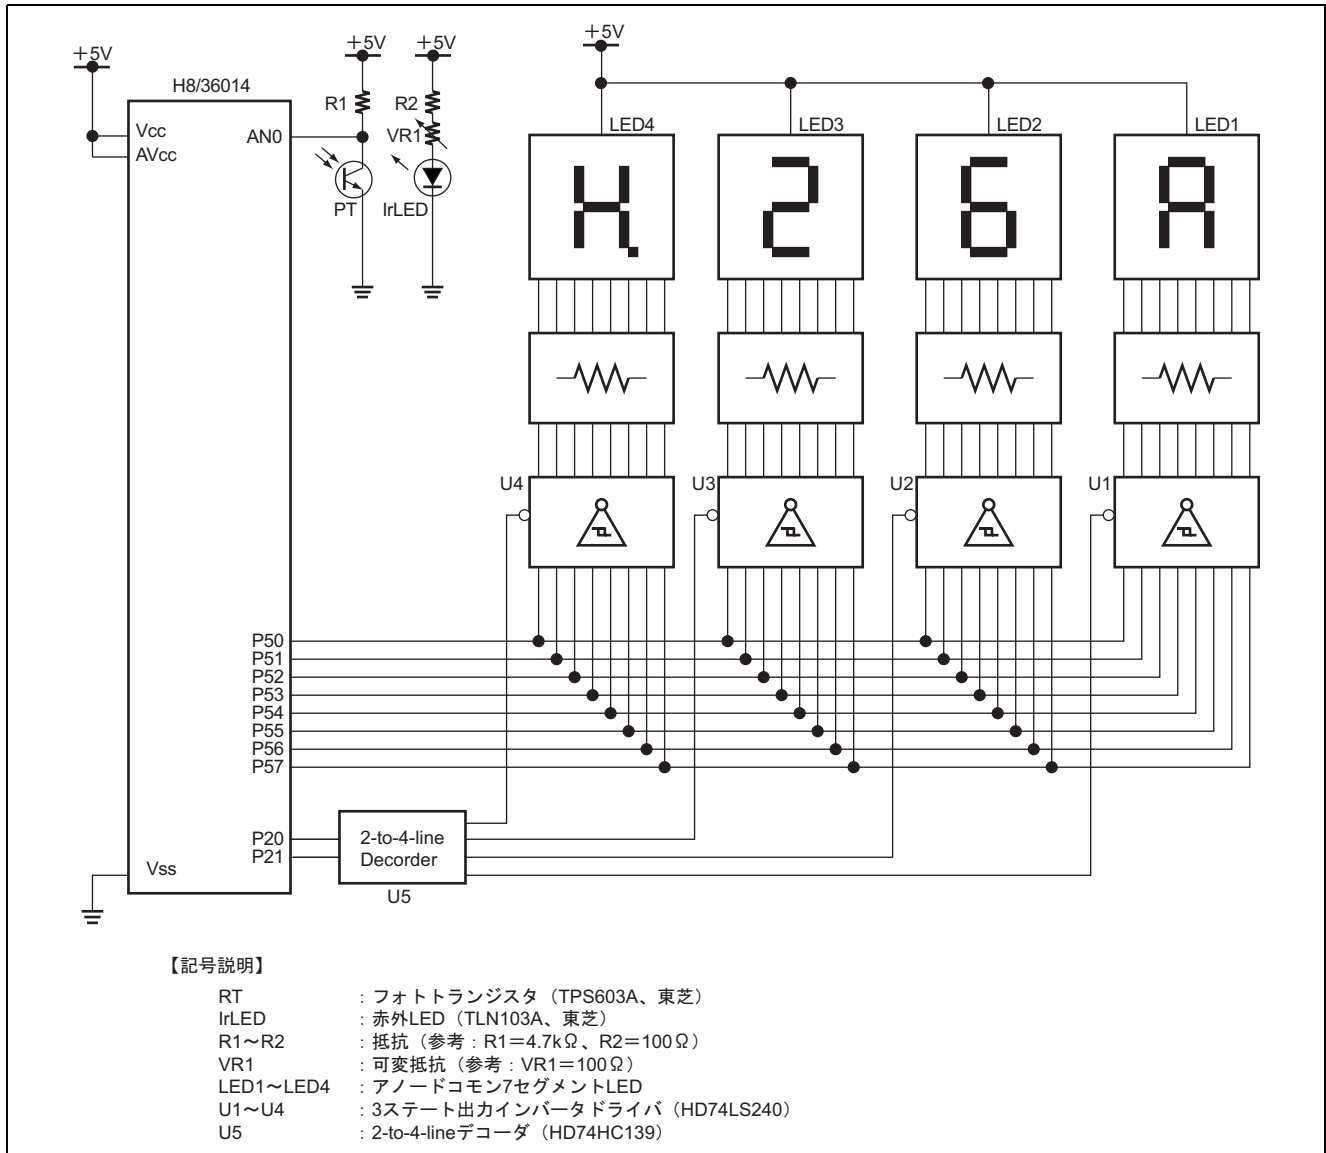

図 1.1 ハードウェア構成
1. 図 1.1 にフォトトランジスタ接続例のハードウェア構成を示します。図 1.1 に示すように、フォトトランジスタをアナログ入力端子 0 (AN0 端子) に接続します。